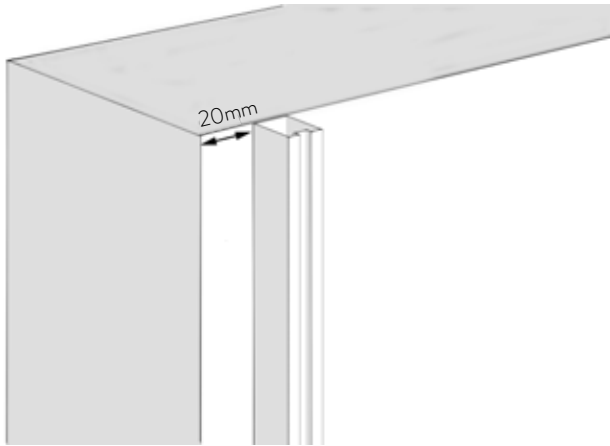

图 1
- 1 布置起始龙骨 (HLH-026)，距离墙面边缘不小于 20mm 以上如图1所示：